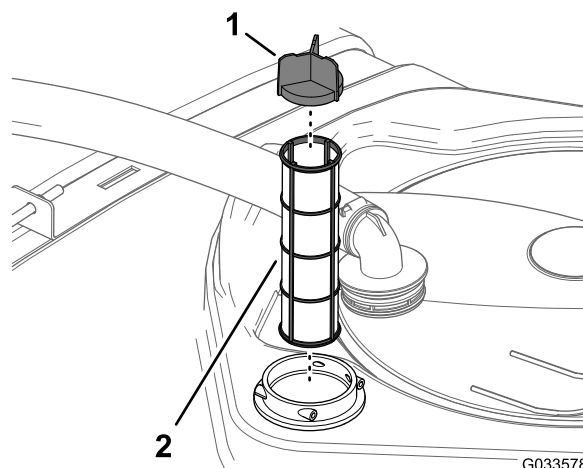

Bild 54
4. Entfernen Sie den alten Saugfilter aus dem Filtergehäuse im Behälter (Bild 54).